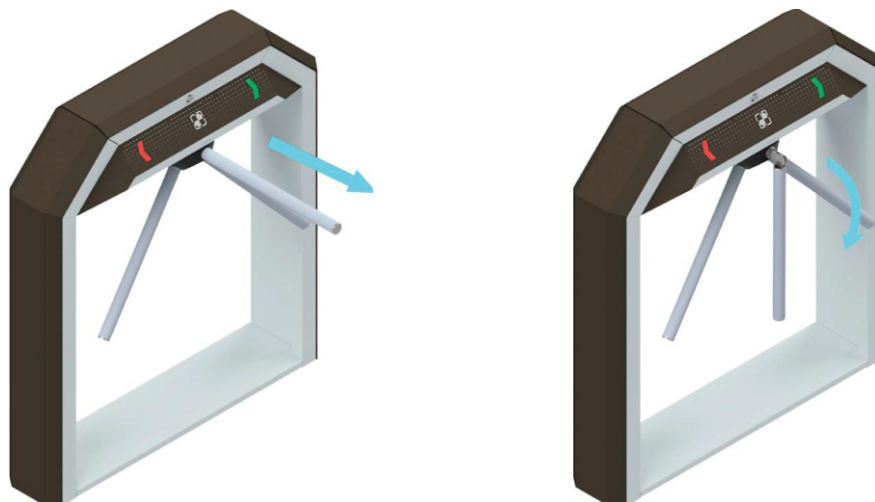

Рисунок 11 – Принцип работы планок «Антипаника»
- 5 Если вы установили планки типа «Антипаника», проверьте работу их механизма разблокировки (рисунок 11).